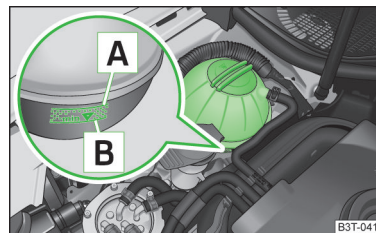

Abb. 164
Zum Nachfüllen nur das Frostschutzmittel verwenden, dessen Bezeichnung auf dem Kühlmittelausgleichsbehälter aufgeführt ist » **Abb. 164 auf Seite 195.**
- Das Kühlmittel nicht über die Markierung **A** auffüllen » **Abb. 164 auf Seite 195.**
Der Kühlmittelausgleichsbehälter befindet sich im Motorraum » **Abb. 164.**
**Bildbeschreibung » Abb. 164**
- Den Kühlmittelstand am Kühlmittelausgleichsbehälter prüfen. » **Abb. 164.**
Bei betriebswarmem Motor kann das Prüfergebnis ungenau ausfallen. Der Stand kann auch über der Markierung **A** » **Abb. 164** liegen.